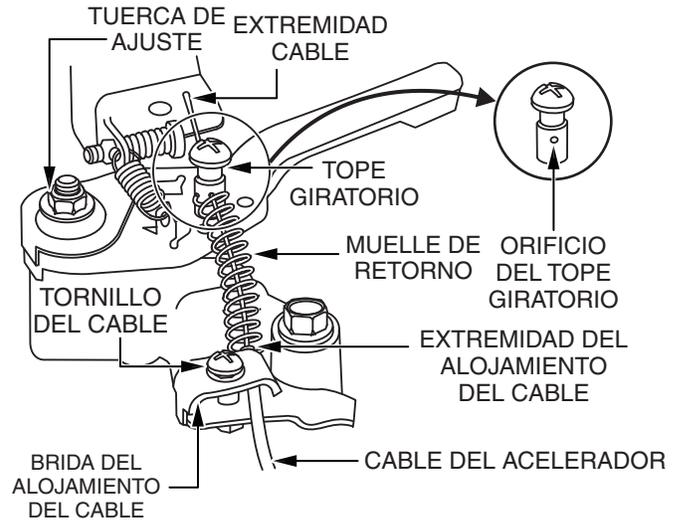

Figura 8. Instalación del cable del acelerador
4. Afloje el tornillo de sujeción del alojamiento de cables y el tornillo de tope giratorio (Figura 8).
5. Coloque el resorte de retorno del acelerador primario entre la abrazadera de la carcasa del cable y el tornillo giratorio de tope (Figura 8).
6. Pase el conjunto del cable a través de la brida del alojamiento del cable, el resorte de retorno y el orificio de tope giratorio, hasta que el alojamiento del cable se extienda debajo de la brida del alojamiento del cable hasta el borde más alejado (Figura 8).